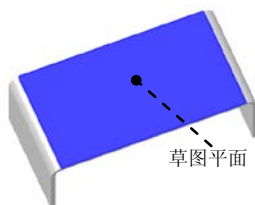

图 6.3.4 选取草图平面
(1) 选取草图平面。在系统 单击平的面 的提示下，选取图 6.3.4 所示的模型表面为草图平面，进入草图绘制环境。